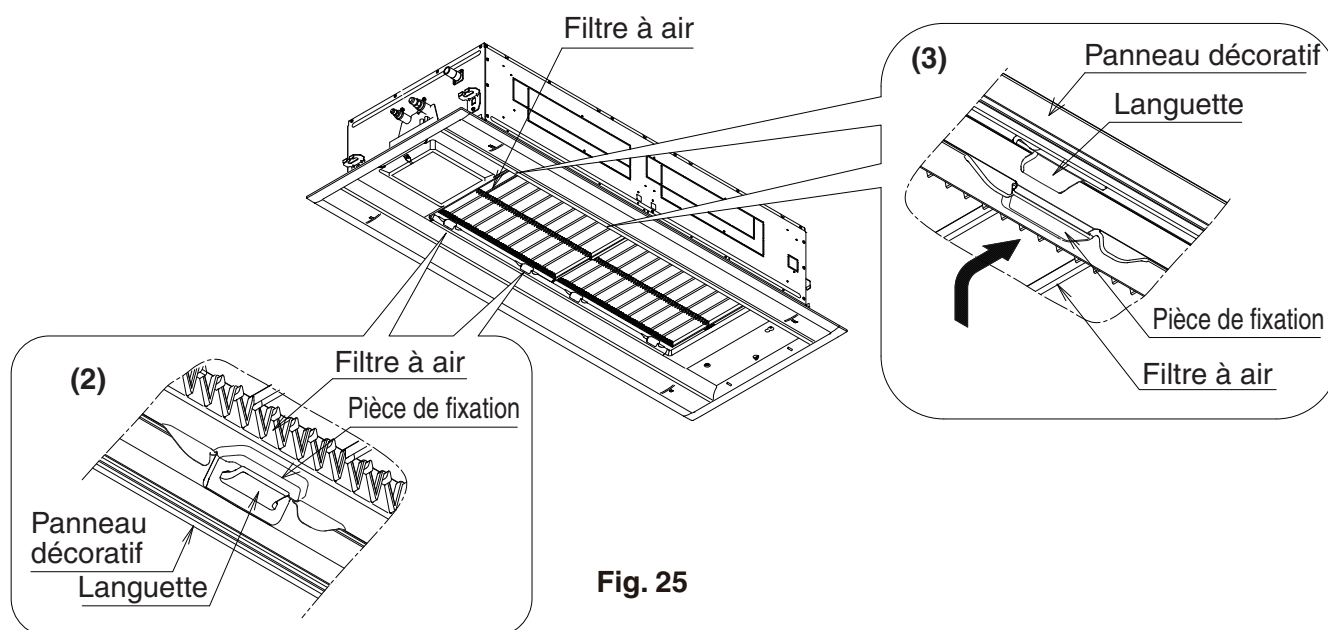

Fig. 25
- (2) Accrochez la partie du filtre à air à la languette du panneau décoratif. **(Reportez-vous à la Fig. 25)**
(3) Fermez le filtre à air en sens inverse du retrait. (Reportez-vous à la Fig. 25)